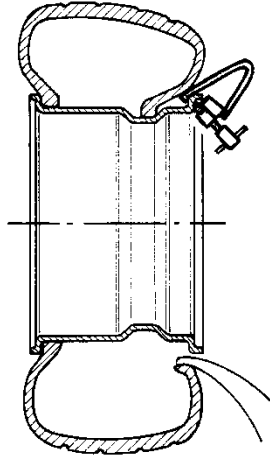

Fig.38
- Tourner l'arbre dans le sens des aiguilles d'une montre jusqu'à ce que le pneu ne soit complètement monté (Fig.38).